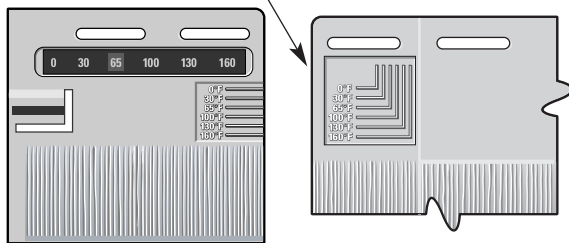

figura 1
Cada panel tiene un PanelThermometer que muestra la temperatura del panel y líneas indicadoras que sirven como guías para la separación apropiada entre los paneles. El PanelThermometer™ se localiza en la esquina superior derecha del panel, las líneas indicadoras están en la esquina superior izquierda (figura 1).
4) Instale el siguiente panel colocándolo debajo del listón de inicio y enseguida del primer panel. **Empuje hacia adentro y arriba** para enganchar el panel en el listón de inicio y las pestañas laterales del primer panel, como se muestra en la figura 5. Separe el segundo panel de acuerdo a la temperatura del panel en las líneas indicadoras de la temperatura correspondientes (figura 1).